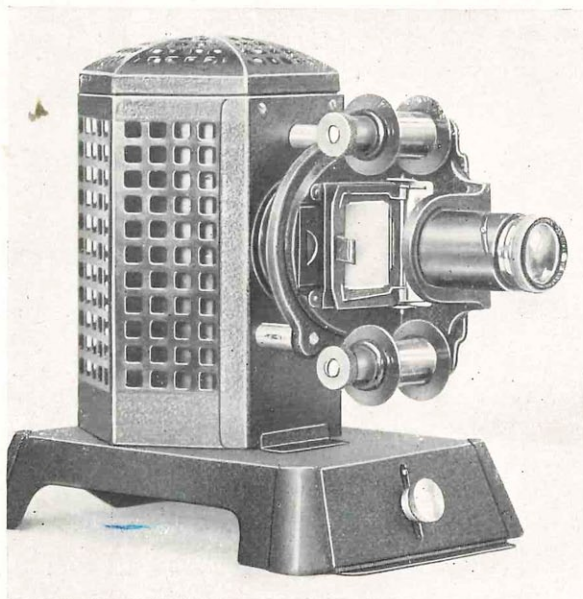

Abb. 5: Grundgerät VB 150 Spezial / F
1. Mit dem Verbundbildwerfer Filmosto Type VB 150 Spezial ist unter Erfüllung der Richtlinien der R.f.d.U. ein Gerät geschaffen worden, dessen Preislage so niedrig wie möglich gehalten wurde (siehe Abb. 5).
I. Für Filmbänder (s. Abb. 5):